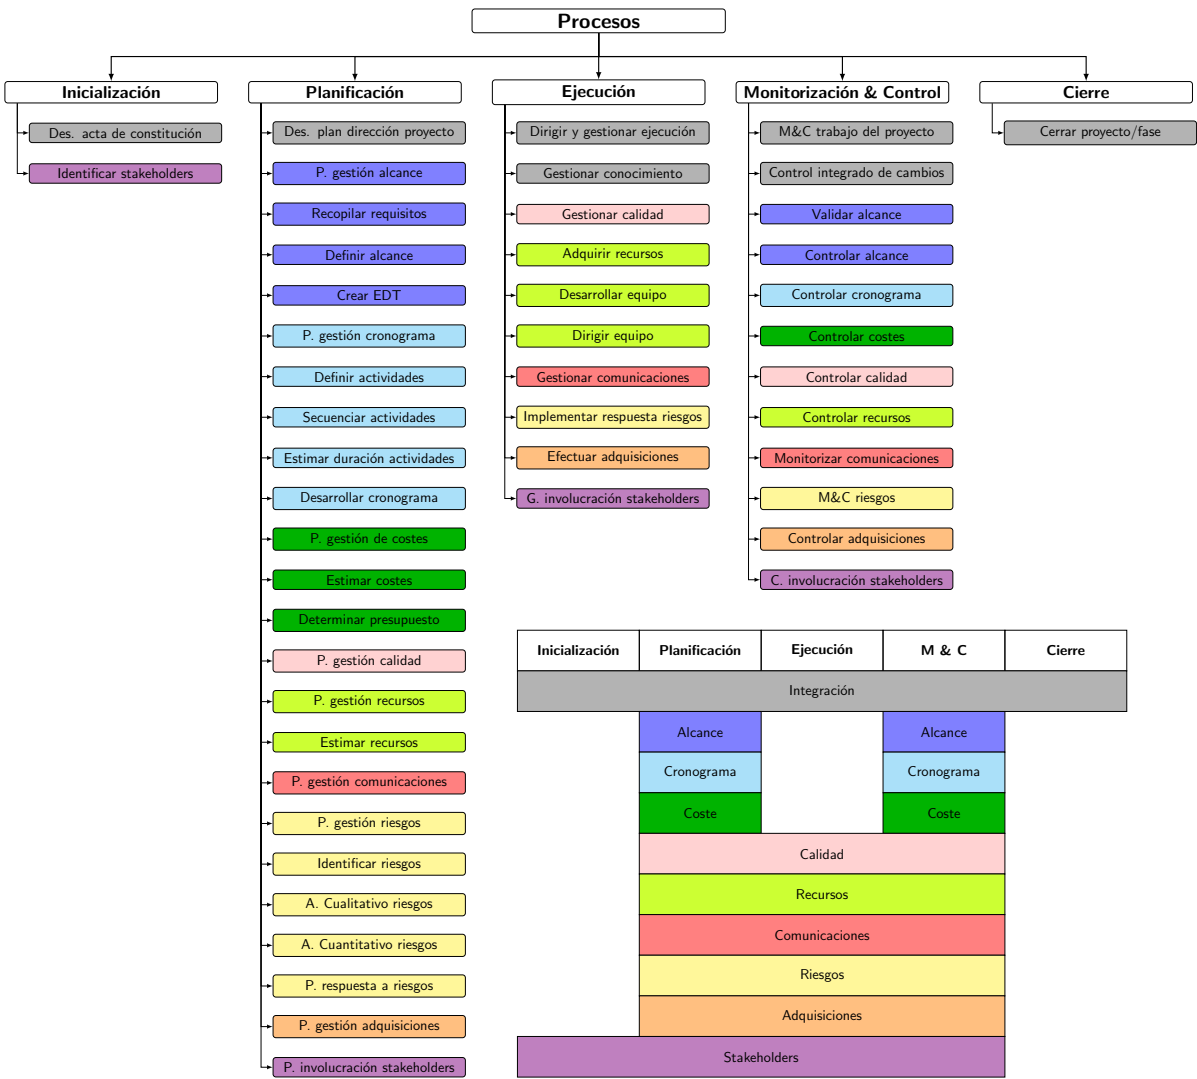

Figura 1.14: Grupos de procesos y áreas de conocimiento
La Figura 1.14 muestra de manera esquemática la relación entre los procesos, los grupos de procesos y las áreas de conocimiento.
**Ejercicio 1.1** Hacer un diagrama análogo al de la Figura 1.14, pero agrupando por áreas de conocimiento y sombreando según el grupo de proceso.